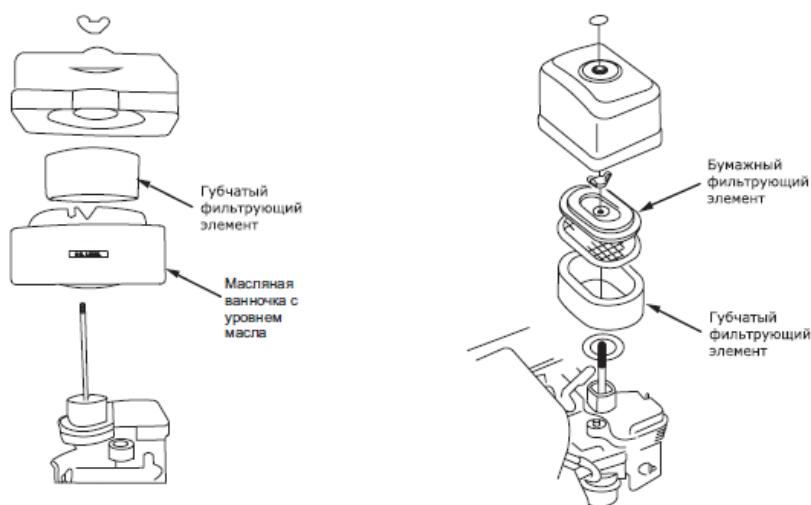

Рис.13 – Обслуживание фильтров
**Очистка губчатого фильтра осуществляется в следующей последовательности (рис. 13):**
**Очистка бумажного фильтра осуществляется в следующей последовательности (рис. 13):**